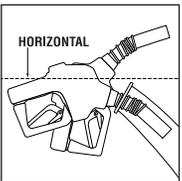

Ilustración 10
- **Solución:** Vuelva a colocar la pistola surtidora en el tubo de llenado. (Vea la ilustración 10)